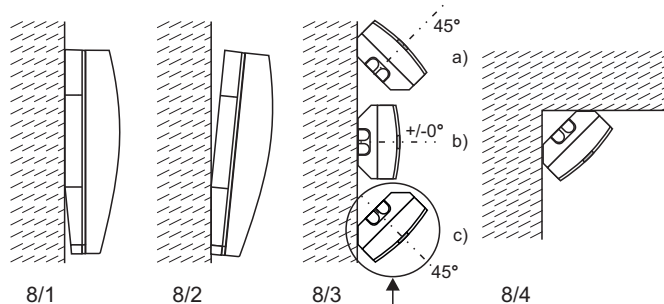

Abb. 8 Abreißsicherung hier nicht möglich
Montage gemäß Abb. 8/2
8.2 Montagemöglichkeiten (Abb. 8 und 9)
- 0° vertikal geneigt (Abb. 8/1)
- 3° vertikal nach unten geneigt (Abb. 8/2)
- 45° horizontal nach links oder rechts (Abb. 8/3)
- Eckmontage (Abb. 8/4)
Die Befestigung des Gehäuseunterteils ist abhängig von der Montageart gemäß Abb. 8:
- **0° vertikal geneigt** (Abb. 8/1)
- **3° vertikal nach unten geneigt** (Abb. 8/2)
- **45° horizontal nach links oder rechts** (Abb. 8/3)
- nach rechts: Schutzwand ⑤ für Abreißsicherung (Rückseite) entfernen. Befestigung durch die 2 seitlichen Löcher ③.
- nach links: Befestigung durch die 2 seitlichen Löcher ④.
- **Eckmontage** (Abb. 8/4)
Beachten Sie bitte, dass die Abreißsicherung bei einer Montage gemäß Abb. 8/3c nicht verwendet werden kann!